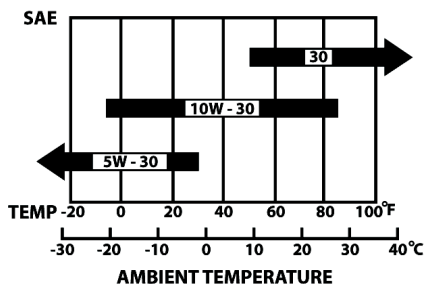

FIGURA 17: Viscosidad de aceite recomendada
Se recomienda aceite SAE 10W-30 para uso a temperatura general. Consulte la Figura 17 para obtener información sobre las viscosidades que se pueden utilizar. Es posible usar otras viscosidades que aparecen en el gráfico si la temperatura media en su área se encuentra dentro del rango indicado.
- Aceite para motor sin uso (del tipo SAE que se indica en la Figura 17)
12. Vierta el aceite nuevo (sin uso) en el orificio de llenado de aceite. (Vea en la Figura 17 el tipo de aceite recomendado). No llene en exceso.